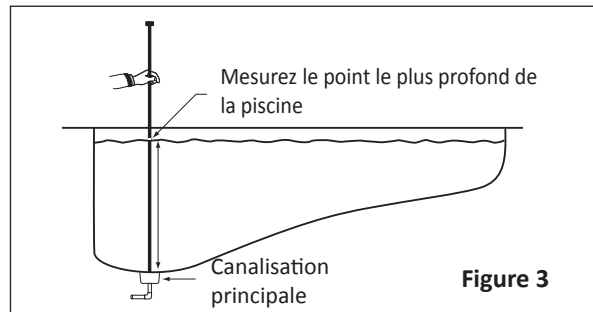

Figure 3
- Mesurez la partie la plus profonde de la piscine. **Voir la Figure 3.**